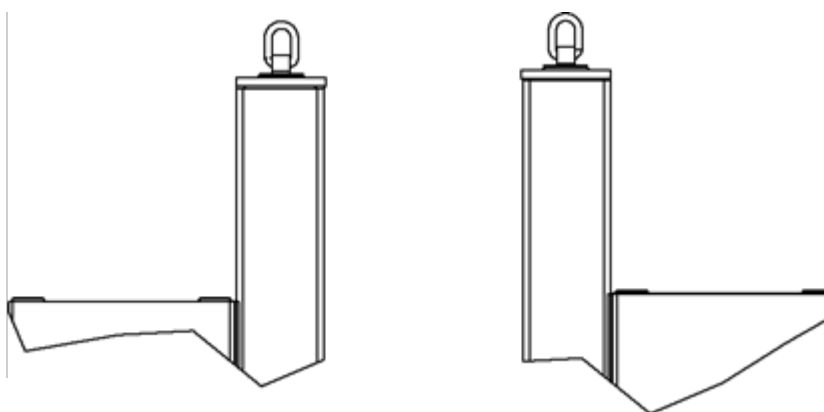

Abbildung 3: Anschlagpunkte
- Befestigen Sie die Anschlagmittel nur an den dafür vorgesehenen Anschlagpunkten (siehe Abbildung 3).